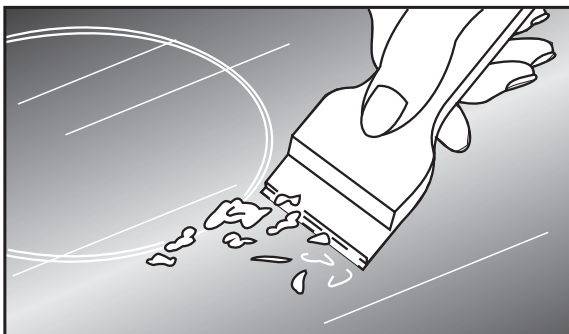

Рис. 31
- Если случайно к поверхности стеклокерамического стола прикипит сахар – его следует немедленно удалить с помощью скребка, входящего в комплект плиты (рис.31).